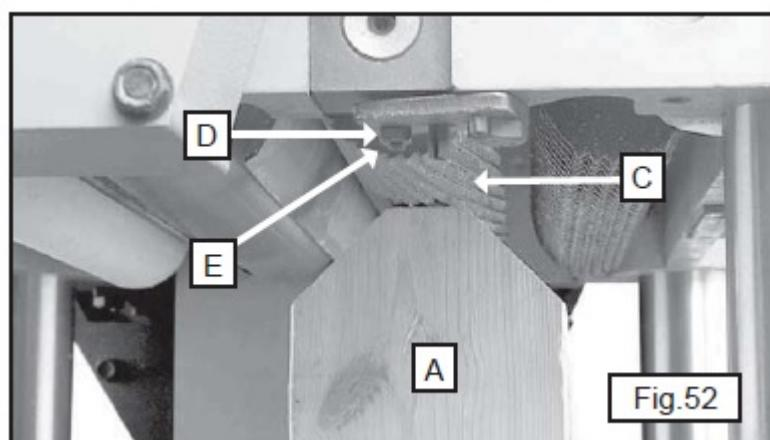

Рис. 52
3. Переместить калибр (A), рис. 52, без щупа под один конец подающего ролика (C). Низ подающего ролика (C) должен касаться верха калибра (A).
4. Для регулировки ослабить гайку (D), рис. 52, и поворачивать регулировочный винт (E) до тех пор, пока конец подающего ролика не коснётся верха калибра. Затянуть гайку (D).